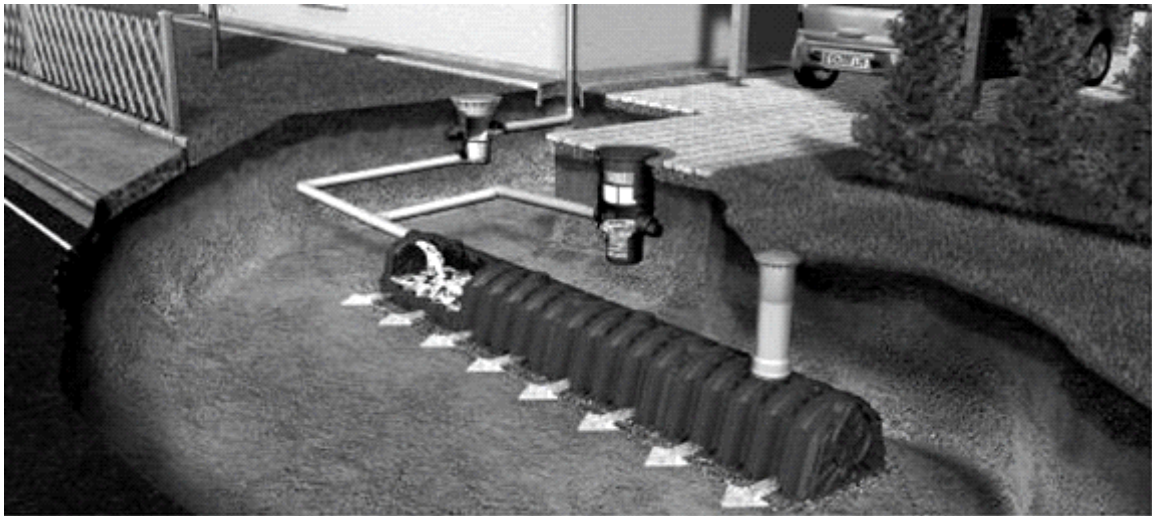

Рис. 16 – Дренажне поле.
**Дренажне поле** (рис. 16) - це штучна споруда, призначене для відводу очищених стічних вод від фекальних та інших мас з септика або системи біологічної очистки (СБО) і рівномірного розподілу викиду для вбирання на великій площі ділянки.